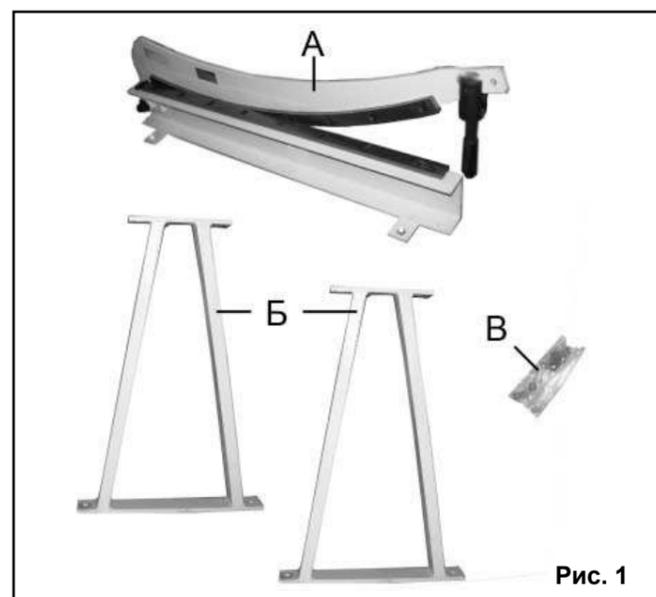
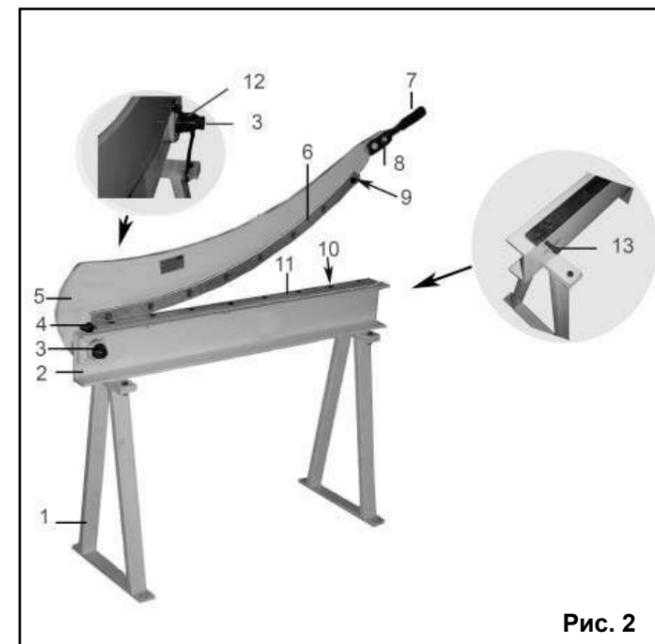

Рис. 1
Рис. 2
3. КОМПЛЕКТНОСТЬ (Рис.1)
5. УСТРОЙСТВО (Рис.2)
Через четыре отверстия надежно соедините раму 2 с двумя опорами 1 (Рис.2), используя крепеж В (Рис.1).
Надежно закрепите ручку 7 на рычаге 5 с помощью двух винтов 8 (Рис.2).
Надежно закрепите ножницы на прочной и устойчивой рабочей поверхности верстака с помощью болтовых соединений (не комплектуется) через четыре монтажных отверстия в опорах 1 (Рис.2).